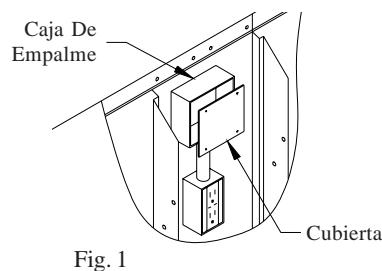

Fig. 1
- La caja de empalme.** La caja de empalme se encuentra en el poste divisor en la parte superior del interior del enfriador. Quite la cubierta para tener acceso al cableado (fig. 1). Conecte el cableado en la caja al suministro eléctrico según las diagramas eléctricas.